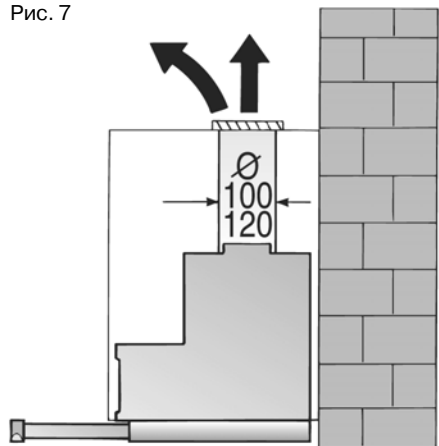

Рис. 8
Эта вытяжка предусмотрена для установки в основной шкаф со следующими размерами (рис. 8):
2. Наметьте на внутренних стенках шкафа справа и слева по две точки – места, где будет крепиться вытяжка (рис. 8).
- Для того, чтобы наметить места крепления вытяжки, воспользуйтесь прилагаемым шаблоном II (рис. 8).
- Места крепления вытяжки на шаблоне рассчитаны таким образом, чтобы можно было установить на корпусе планку с ручкой толщиной 20 мм (рис. 8).
Для этого шаблон II соответственно сдвиньте назад (рис. 8).